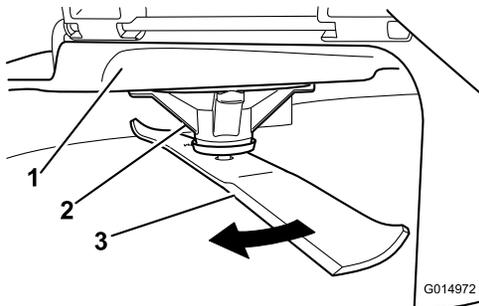

Figura 50
- Indossando guanti ben imbottiti o altra protezione per le mani adeguata ruotare lentamente la lama da misurare in una posizione che consenta la misurazione effettiva della distanza tra il tagliente e la superficie piana su cui si trova la macchina (Figura 50).